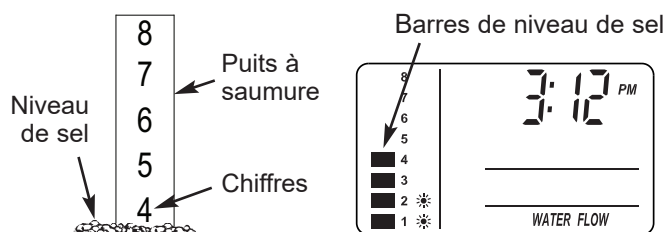

FIG. 24
2. L'échelle de niveau de sel, sur le puits à saumure situé à l'intérieur du réservoir, comprend des chiffres de 0 à 8 (voir figure 24). Repérez le chiffre le plus élevé ou le plus près du sel égalisé.
3. Appuyez sur le bouton **RÉGLAGE DU NIVEAU DE SEL** autant de fois que nécessaire pour que les barres de repère du niveau de sel dans l'affichage (voir figure 24) correspondent au chiffre sur le puits à saumure. Au niveau 2 ou moins, le voyant de bas niveau de sel se met à clignoter.